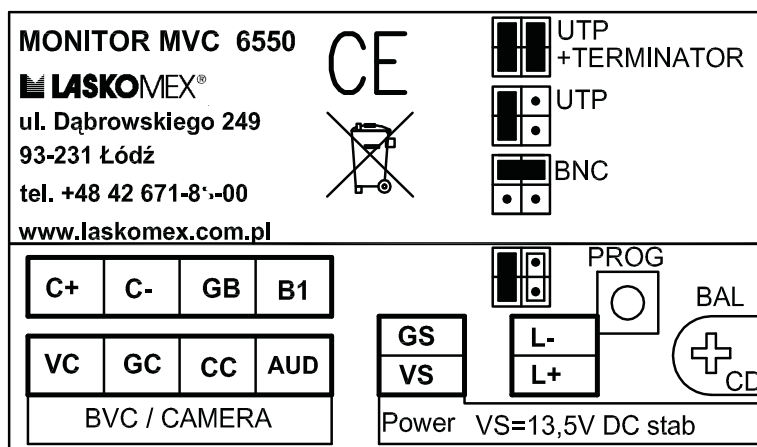
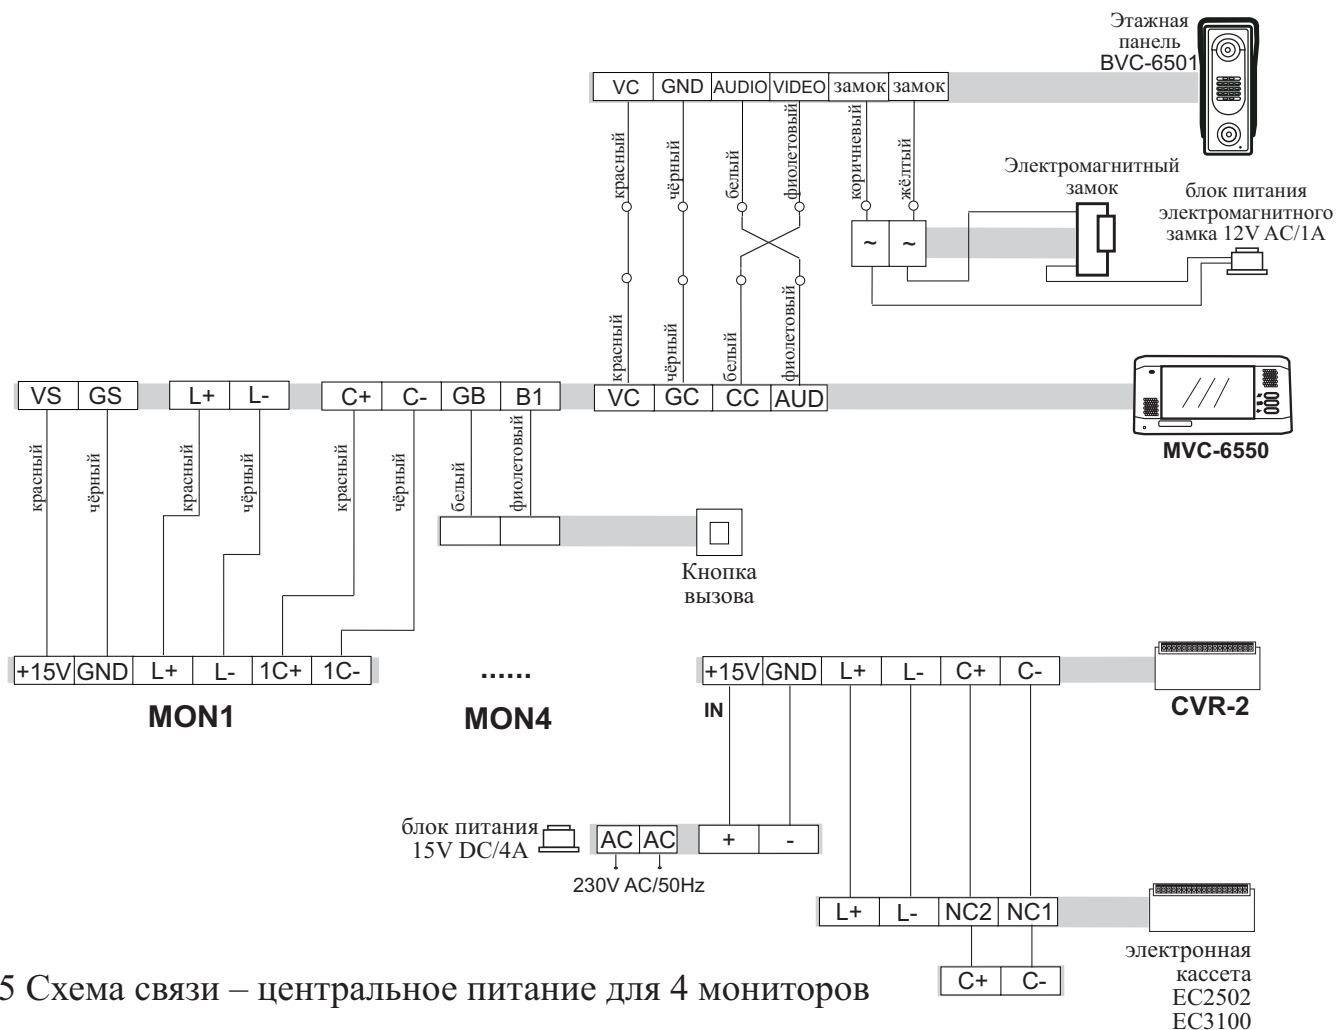
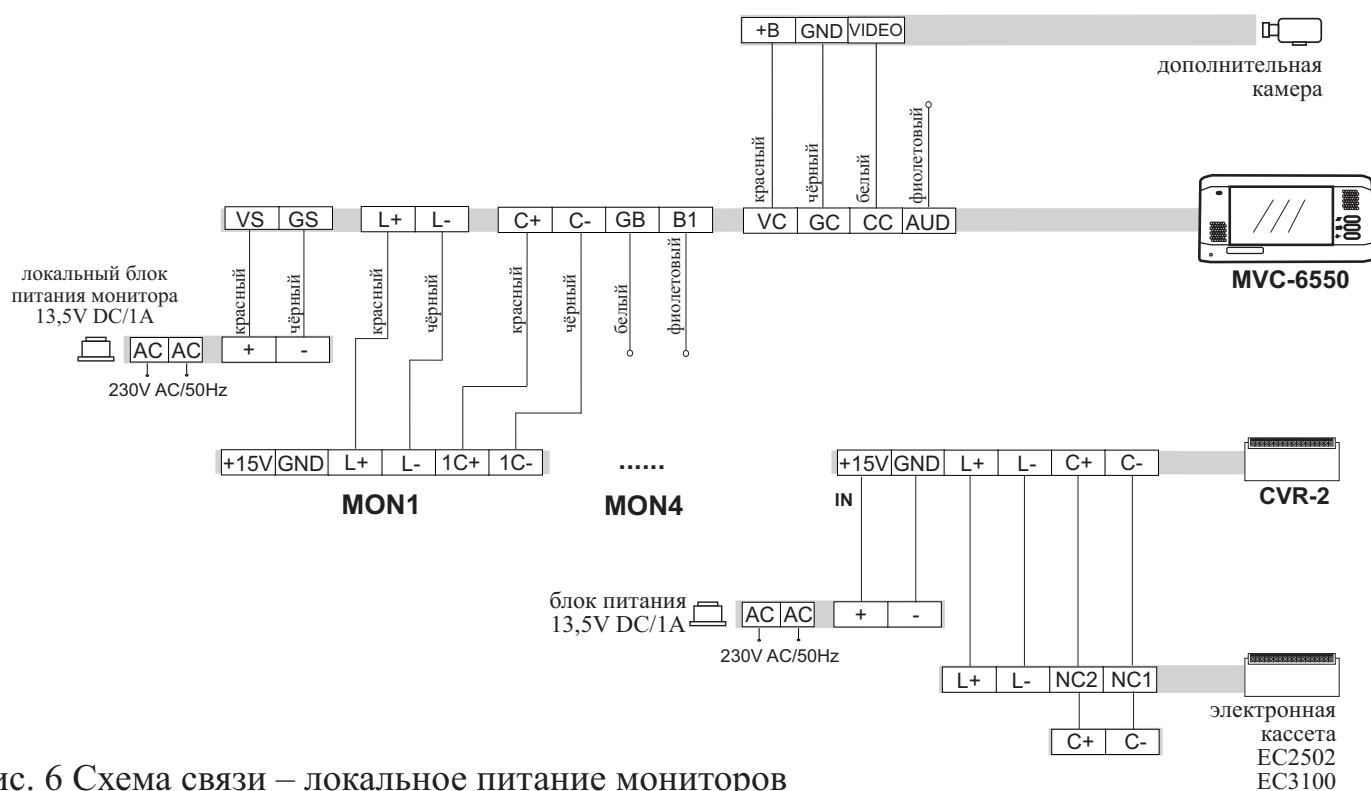

Рис. 2 Информационная наклейка
Рис. 5 Схема связи – центральное питание для 4 мониторов
Рис. 6 Схема связи – локальное питание мониторов
Для питания монитора используйте индивидуальный стабилизированный блок питания **13,5V DC/1A** (рис.6) или распределитель сигнала видео CVR-2, к которому подключён центральный блок питания **15V DC/4A** (рис.5).
Схема подключения монитора к системе CD и этажной панели BVC-6501 (или поочерёдно цветной камеры) представлено на рис. 5 и 6, расположение функциональных кнопок на рис.1, а расположение гнёзд и элементов регулирующих монитор на рис. 2.
- 3.1. Трижды нажимаем кнопку PROG на плите сзади монитора (см. рис. 2) – необходимо это сделать во времени не превышающем 3 с. Монитор переходит в режим программирования, что сигнализируется коротким миганием сигнализирующего диода LED.
В зависимости от топологии системы для передачи видео сигнала доступны три способа установки для настройки видео линии. Данные установки производятся соответствующими скобами доступными в отверстии сзади корпуса монитора (см. рис. 2 или наклейку сзади монитора).